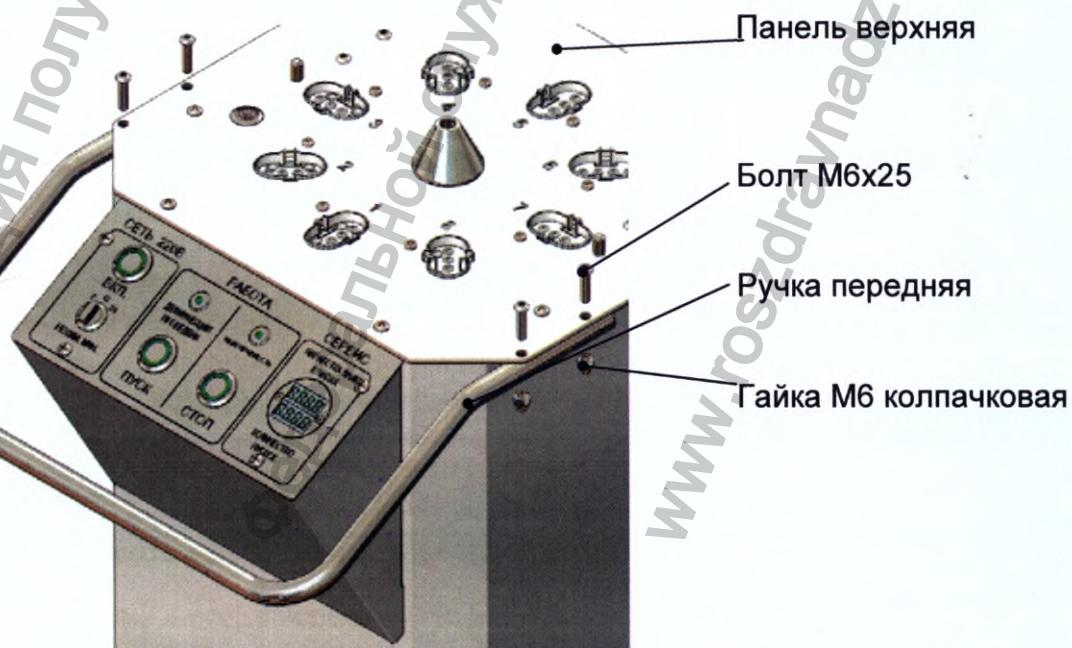
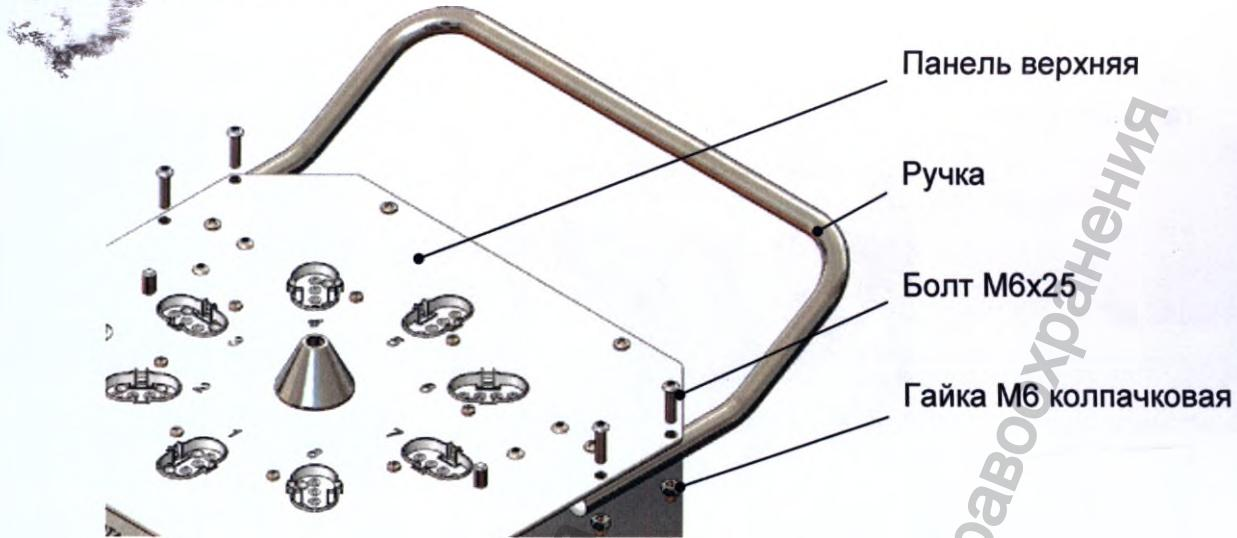

Рис. 16. Установка ручки передней.
Рис. 17. Установка ручки
- 6.3 Установить в соответствии с рис. 1 ручку переднюю (рис. 16) и ручку (рис. 17), закрепив их на верхней панели корпуса установки при помощи болтов и гаек. Крепежные элементы при транспортировке установлены на верхней панели корпуса.